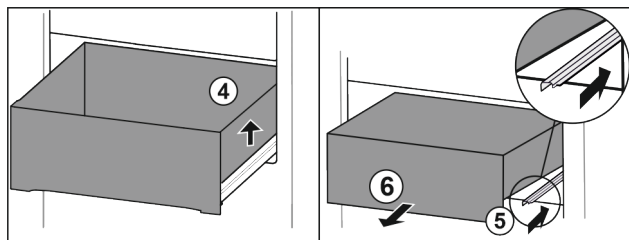

Fig. 90
- ▶ Schubfach rechts anheben. Fig. 90 (4)
- ▶ Rechte Schiene einschieben. Fig. 90 (5)
- ▶ Schubfach nach vorne entnehmen. Fig. 90 (6)